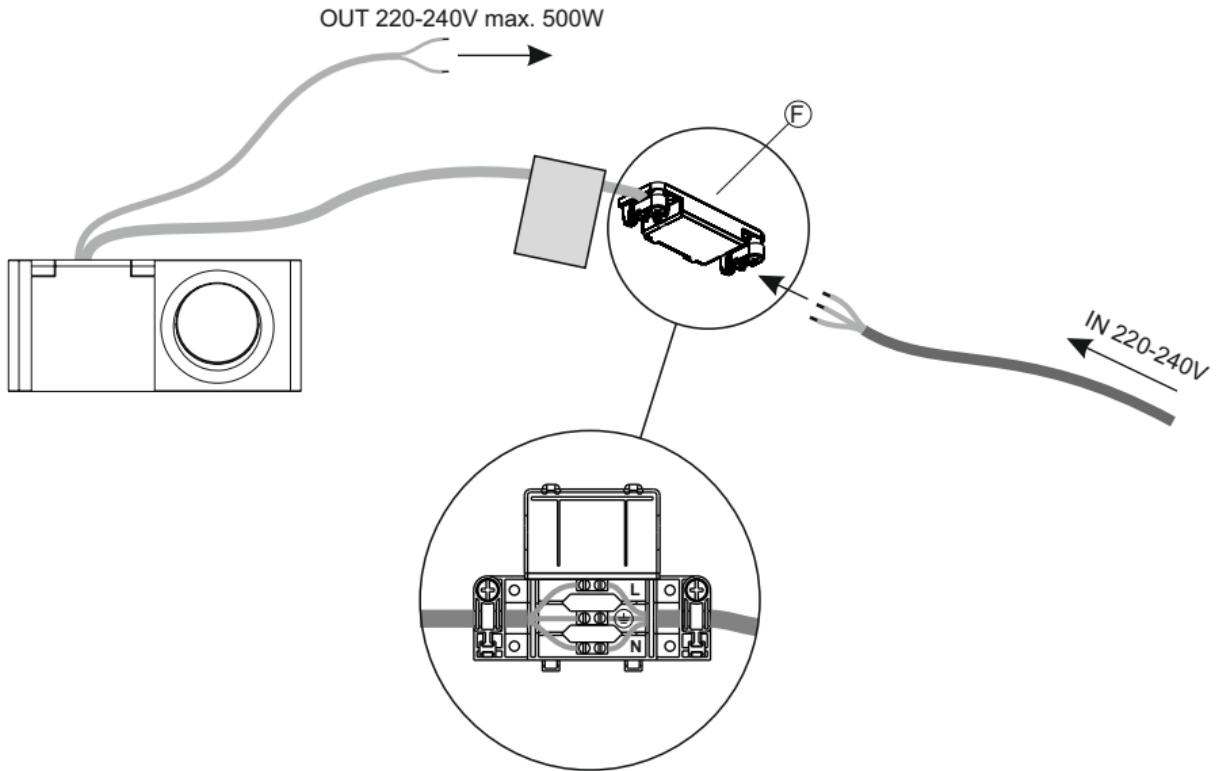

Fig 2
- Fissare **BLOK** al piano mediante le apposite viti (A) e distanziali (B) in dotazione facendole passare attraverso i fori presenti sul supporto, successivamente coprire le viti (A) con i tappi di chiusura (C) in dotazione.
**COLLEGAMENTO ELETTRICO (fig.2)**
- La connessione del cavo di alimentazione alla rete di alimentazione 230V deve essere eseguita utilizzando la scatola di connessione (F).
- Fix **BLOK** to the surface using the appropriate screws (A) and spacers (B) supplied by passing them through the holes on the support, then cover the screws (A) with the enclosed plugs (C).
**ELECTRICAL CONNECTION (fig.2)**
- The power supply cable connection to the 230V power supply must be performed using the connecting box (F).
- Montieren Sie **BLOK** nach oben, indem Sie die Schrauben (A) durch die Hülsen geben (B) wie mitgeliefert, dann durch die Löcher in der Halterung geben, Schrauben (A) mit den beigefügten Verschlussstopfen (C) abdecken.
**Elektrischer Anschluss (Abbildung 2)**
- Das 230-V-Anschlusskabel muss an der Primärseite des Netzteiles (F) angeschlossen werden.
- Fixer le **BLOK** à la surface en utilisant les vis (A) et les entretoises (B) appropriées fournies en les faisant passer dans les trous du support, puis recouvrir les vis (A) avec les bouchons fournis (C).
**BRANCHEMENT ÉLECTRIQUE (fig.2)**
- La connexion du câble d'alimentation aux réseaux d'alimentation 230 V doit être effectuée à l'aide de la boîte de connexion (F).